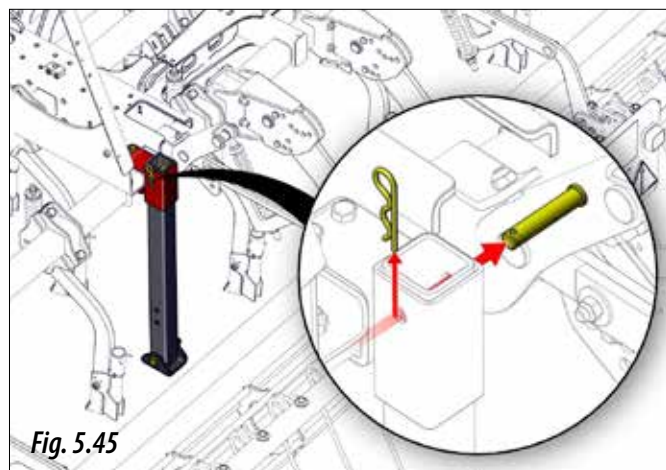

Fig. 5.45
- 1- Scoateți agrafa și bolțul (Fig. 5.45) pentru a elibera piciorul.